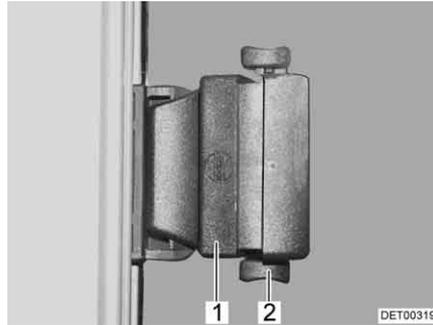

Fig. 98 Fenêtre coulissante avec verrouillage poussoir
- Ouvrir le dispositif de verrouillage (Fig. 98,2).
- Appuyer sur la poignée (Fig. 98,1) et la pousser simultanément vers l'avant ou l'arrière.